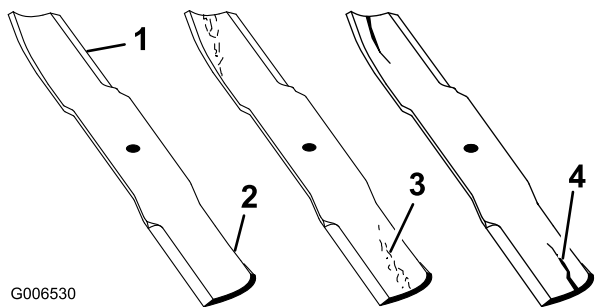
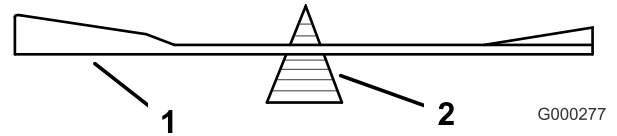

Figura 47
Figura 51
1. Inspeccione los filos de corte (Figura 47). Si los bordes no están afilados o tienen muescas, retire las cuchillas y afílelas. Consulte Afilado de las cuchillas \(página 38\).
2. Inspeccione las cuchillas, especialmente la parte curva (Figura 47). Si observa fisuras, desgaste o la formación de una ranura en esta zona (elemento 3. en la Figura 47), instale de inmediato una cuchilla nueva.
2. Verifique el equilibrio de la cuchilla colocándola sobre un equilibrador de cuchillas (Figura 51). Si la cuchilla se mantiene horizontal, está equilibrada y puede utilizarse. Si la cuchilla no está equilibrada, rebaje algo el metal en la parte de la vela solamente (Figura 47). Repita este procedimiento hasta que la cuchilla esté equilibrada.